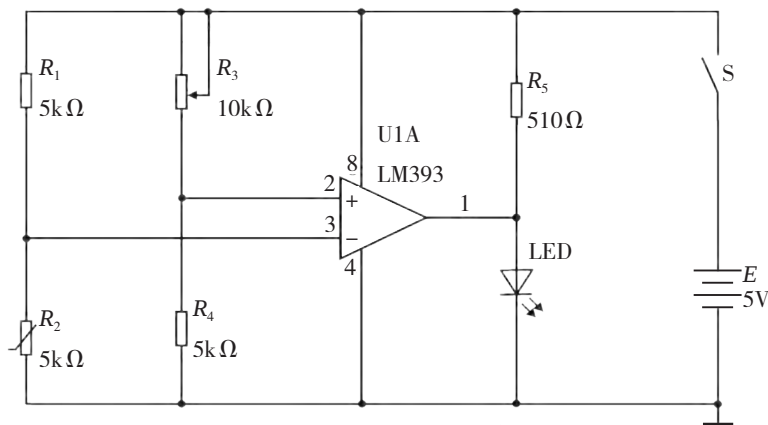
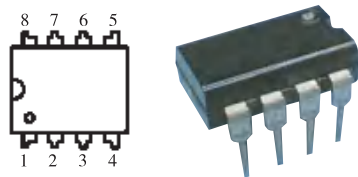
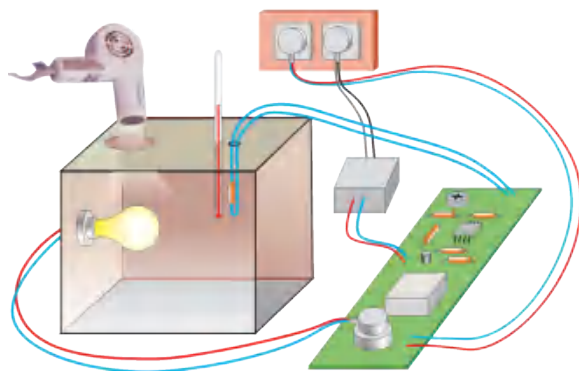

图5-1 高温报警器电路原理
图5-2 LM393集成电路
图5-4 恒温箱工作试验示意
下面我们来做一个实验（实验电路如图5-1所示）。我们把一个温度计紧贴在热敏电阻 R_2 上，测得温度值为 t_1 。然后用一个电吹风对 R_2 吹热风加热，直到
若要提高图5-1所示系统的报警温度值， R_3 的阻值应怎样变化？请写下你的分析。
很多型号的集成电路内部都装有若干个功能相同的电路单元，例如LM393（图5-2）内部装有两个相同的比较器。如果在实际电路中只用了其中的几个，我们可以只画出所使用的那些单元，这样可使电路较为简洁。在图5-1的电路中，我们只使用了LM393中的一个比较器，所以只需画出一个电路单元即可。此外，所画单元的引线在实际集成电路上的引脚号，应该标注在电路图上，这样在实际安装时就不会接错。
从图5-1可以看出，高温报警系统的被控量（光）对由热敏电阻组成的输入电路没有影响，所以被控量的变化不会引起控制量的改变，这个高温报警系统是一个开环电子控制系统。
试分析图5-3中各功能框与图5-1电路原理中各部分电路的对应关系。
开环电子控制系统的最大特点是结构简单，控制精度要求不高，所以一般情况下造价也较低。如图5-1所示的高温报警系统，其中LED的发光只有亮、灭两种状态，而农田定时喷灌系统也只有喷灌和不喷灌两种状态，都可使用开环电子控制系统。
尝试将图5-1所示的电路改成一个宾馆防火烟雾报警器，给出你的方案。
将恒温箱温度设定为 38°C ，用电吹风给恒温箱里吹凉风（图5-4），使箱内温度下降，我们可以看到箱内用来加热的灯泡会自动亮起来。停止吹风，箱内温度会逐渐回升，当箱内温度上升到设定值时，灯泡又会自动熄灭。
- 1. 参考图5-1、图5-4和图5-5，试画出恒温箱的电路原理图，并指出反馈回路是如何构成的。
图5-7所示的电路是实现闭环控制的电路之一。同学们可以发现，图5-7中的大部分元器件与图5-1的高温报警器完全相同，只是比较器的输出并不是控制一个发光二极管，而是控制一个NPN型三极管T的通断。T控制着继电器J。与高温报警器一样，当温度达到所设定的温度值时，比较器输出高电平，通过 R_5 ，T获得足够的基极电流使其完全导通，这时接在T集电极上的继电器线包通电，常闭触点断开，电源插座断电，插在恒温控制器电源插座的电灯熄灭。而当温度低于设定值时，比较器输出低电平，常闭触点接通，电源插座通电。因此，该电路能根据孵化箱内温度的变化，相应地控制电灯的亮灭，最终使被控温度保持在一个较为稳定的值上。